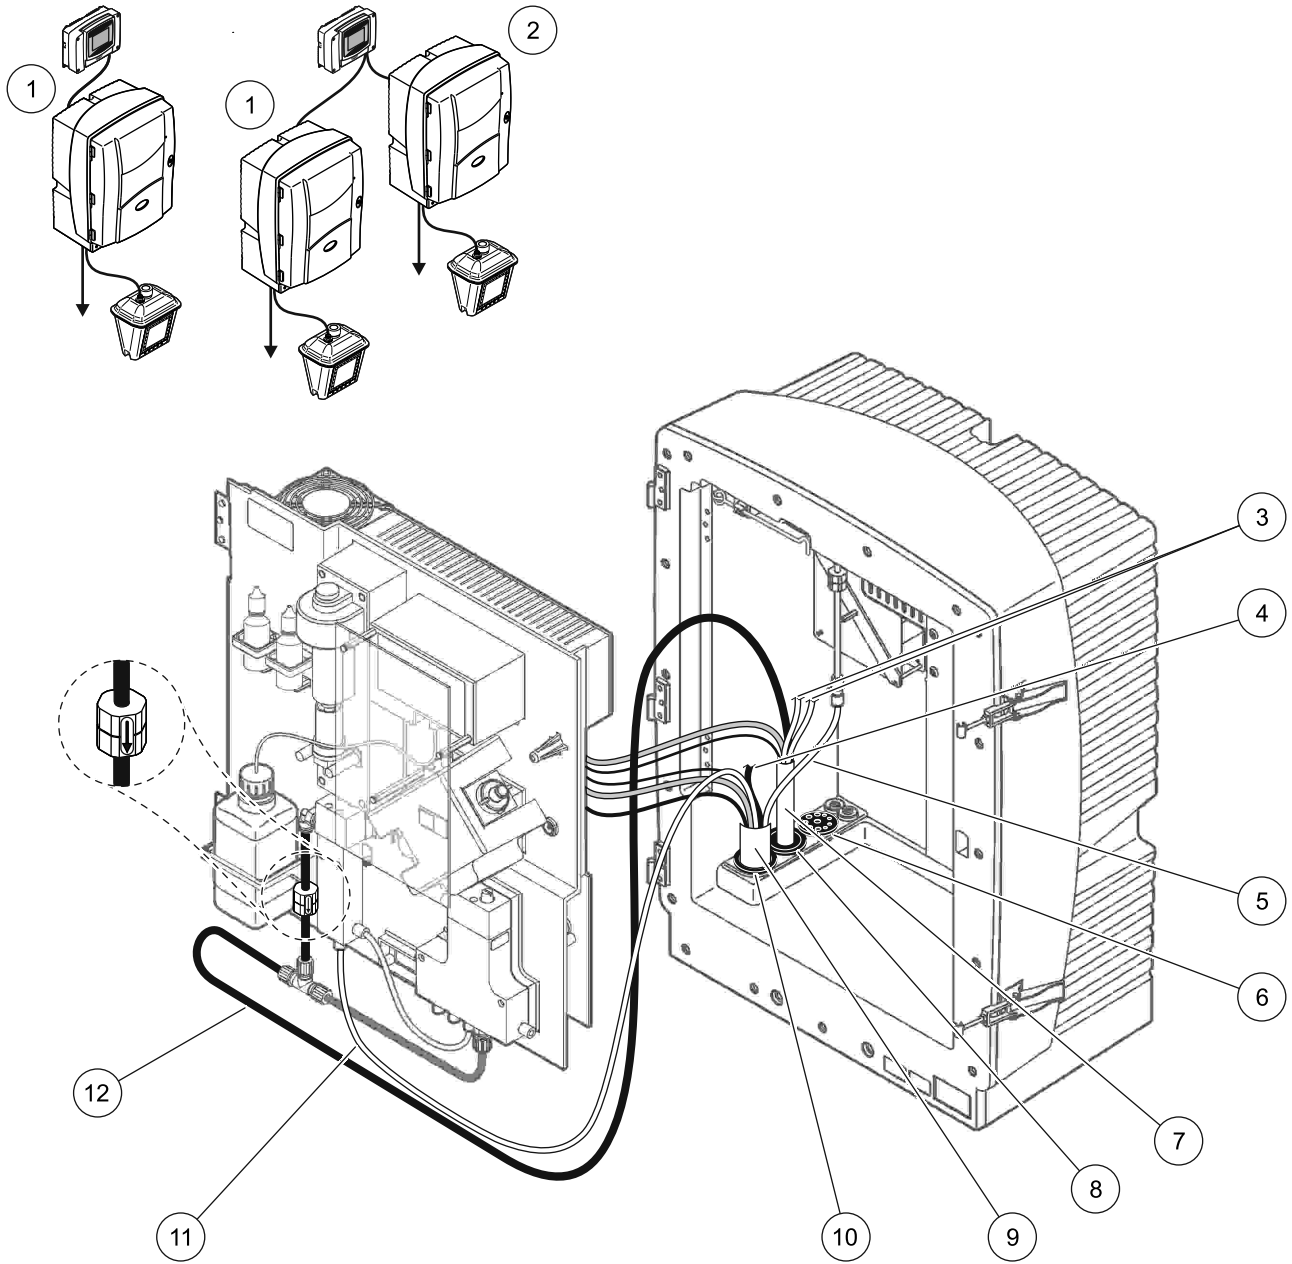

Figura 30 Configuração da Opção 2
Consulte Figura 30 na página 87 e as instruções a seguir, relativas à Opção 2:
2. Passe a mangueira do Filter Probe sc (linhas de amostra, cabos elétricos e tubo do dreno) pela abertura do analisador (item 9, Figura 30 na página 87). Use o Plugue de vedação No. 2 para prendê-la.